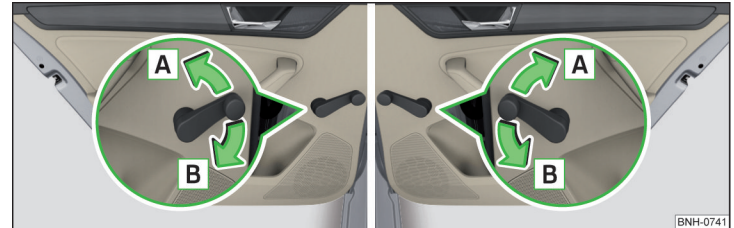

Abb. 50 Fensterbedienung: links/rechts
- Zum **Öffnen** die Kurbel in Pfeilrichtung **A** drehen » Abb. 50.